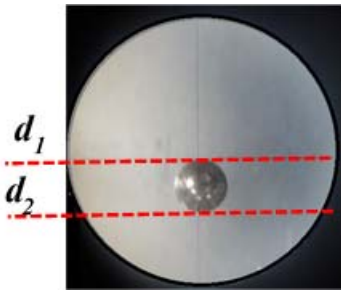

图 6 小球成像图
4、测量：旋转微测鼓轮移动旋钮，使十字叉丝中的横线与小球相切（如图 6 所示），分别从读数标尺及读数盘读取数据，得到最后读数。